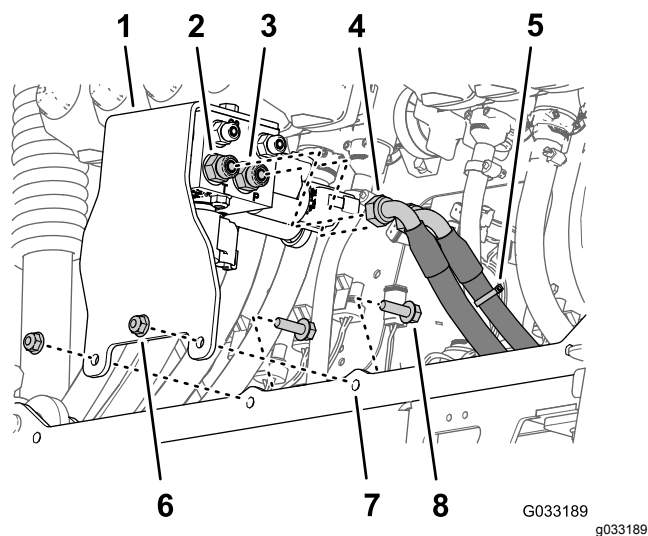

図 93
1. ステップ 3 センターboomからboom昇降マニホルドを外す (ページ 28) で取り外したboom昇降マニホルド用サポートブラケットを、新しいセンターboomの幅広のシリンダマウントに合わせる 図 93。
2. サポートブラケットをシリンダマウントに取り付ける 図 93ステップ 3 センターboomからboom昇降マニホルドを外す (ページ 28) で取り外したフランジヘッドボルト5/16 x 1 インチ2本とフランジロックナット5/16 インチを使用する。
4. 高圧側油圧ホースケーブルタイでマーキングしたものを、boom昇降マニホルドのポートPIに接続する 図 93。
5. 戻り側油圧ホースを、ブーム昇降マニホールドのポートTに接続する 図 93。